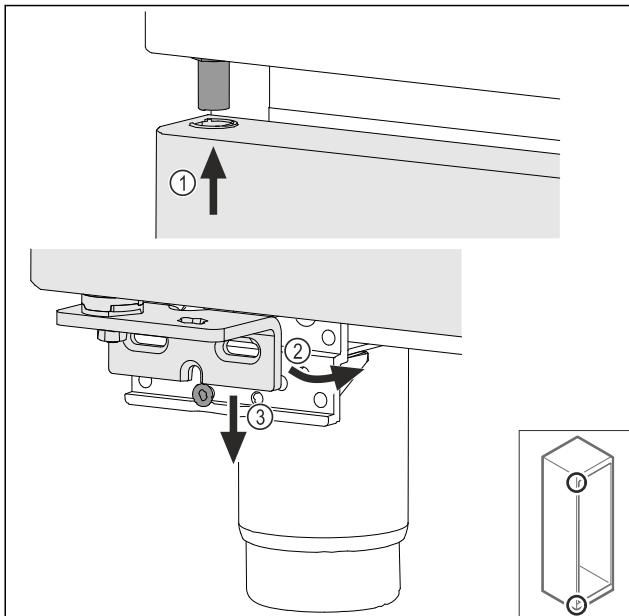

Fig. 74
- Ievadiet augšā durvis mazliet sagāztā veidā Fig. 74 (1), nolīmenojiet durvis taisni Fig. 74 (2) un uzlieciet apakšā uz gultņa balsta skrūves Fig. 74 (3).